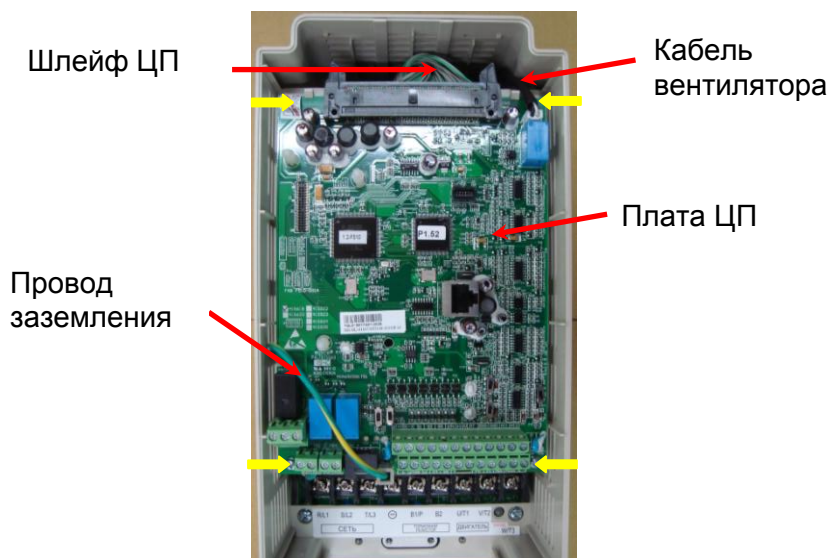

Рис. 6.6
6.3.1. Отсоединить разъем шлейфа ЦП и кабеля вентилятора (рис. 6.6).
6.3.2. Отсоединить провод заземления от контакта на плате ЦП (рис. 6.6).
6.3.3. Выкрутить четыре винта (желтые стрелки, рис.6.6), демонтировать плату ЦП. Положить плату и винты в тару.